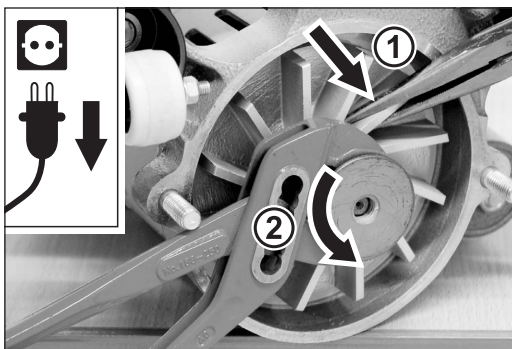

Abb. 57 Den Ventilatorflügel mit einer Zange festhalten (1) und die Motorriemenscheibe mit einer Wasserpumpenzange von der Motorwelle schrauben (2).
- Halten Sie mit einer Zange den Ventilatorflügel fest (Abb. 57, 1) und schrauben Sie mit einer Wasserpumpenzange die Motorriemenscheibe **gegen den Uhrzeigersinn** (Rechtsgewinde) von der Motorwelle (Abb. 57, 2).